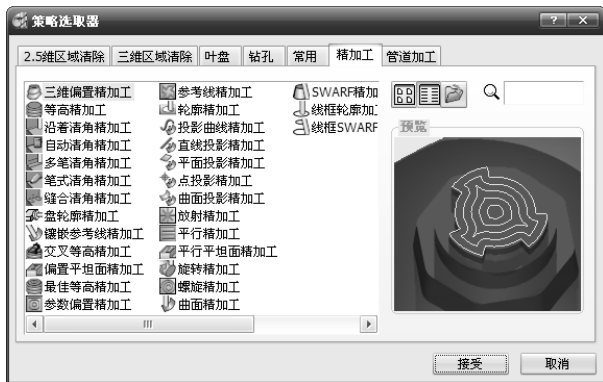

图 5-70 “策略选取器”对话框的“精加工”选项卡
1) 单击主工具栏上的“刀具路径策略”按钮, 弹出“策略选取器”对话框。单击“精加工”选项卡, 选择“三维偏置精加工”加工策略, 如图 5-70 所示。单击“接受”按钮。